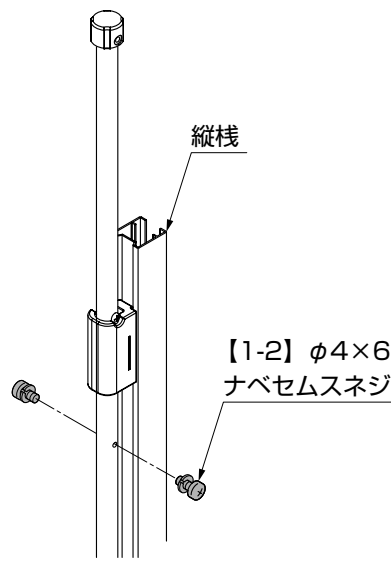

図3-5
- ② 落とし棒を落とし棒ホルダーに挿入した後、【1-2】を落とし棒の両サイドからネジ止めしてください。(図3-5参照)